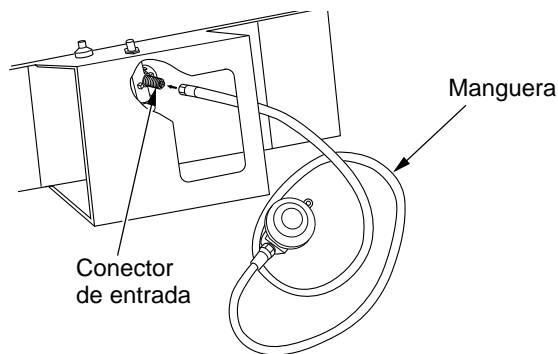

Figura 7 - Manguera y conector de entrada
3. Conecte la manguera a la entrada de la válvula (consulte la figura 7). Apriete firmemente usando una llave.